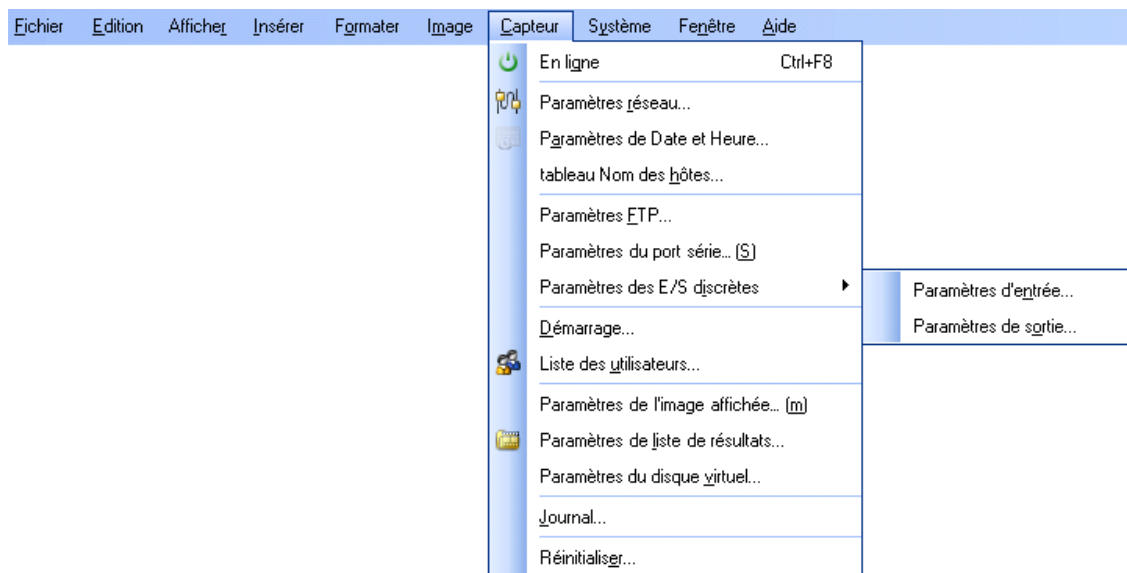

Figure A-1 : Accès aux paramètres de sortie E/S
3. Dans le menu Capteur, sélectionnez le sous-menu Paramètres des E/S discrètes. Sélectionnez l'option Paramètres de sortie (Figure A-1).